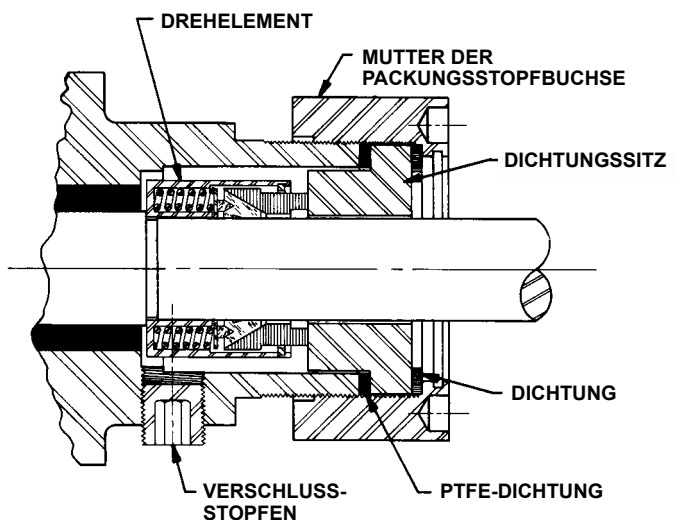

ABBILDUNG 5
7. **RESTLICHES ZERLEGUNGSVERFAHREN** für Pumpen der Serie 4724 mit Gleitringdichtung (siehe Abbildung 5). Den 1/8-Zoll-Verschlussstopfen mit Innensechskantkopf vom Gehäuse entfernen und die beiden Inbusschrauben an der Gleitringdichtung lockern.
ZUSAMMENBAU VON SERIE 4724 (siehe Abbildung 5).